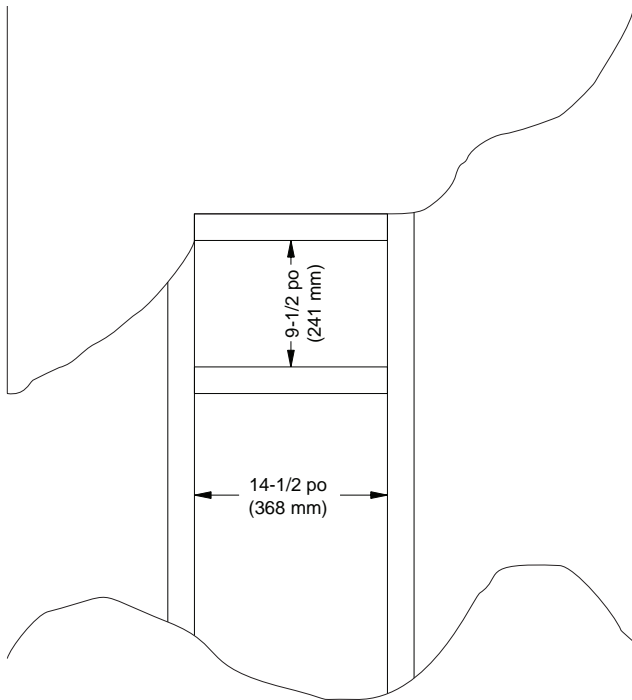

Figure 21
1. Une fois que l'emplacement de l'extrémité d'évacuation a été déterminé, construire un cadre avec des matériaux de mêmes dimensions que le mur existant. Voir **Figure 21**. Le jour doit mesurer 9-1/2 po (241 mm) de haut sur 14-1/2 po (368 mm) de large.